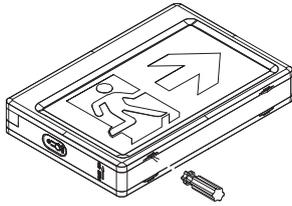

Fig.4.2
5.5. Si le sens d'assemblage du pictogramme ne convient pas, il y a possibilité de le retirer pour l'inverser ou le remplacer, puis l'insérer facilement dans le diffuseur (Fig. 4.2).